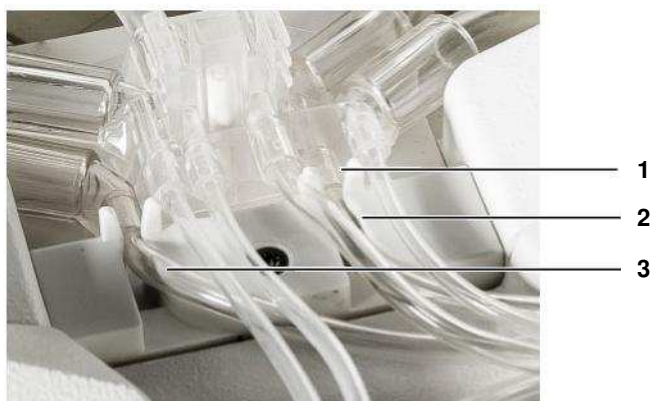

Fig. 11 Bloco de sensores
O bloco de sensores incorpora dois sensores de ultrassons, com os quais se pode detetar a finalização do sangue ou da solução de lavagem no respectivo tubo (consulte Fig. 11, pos. 2 e 3). Cada sensor está equipado com um emissor e um receptor de ultrassons, colocados frente a frente em cima do tubo a monitorizar. Os ultrassons são transmitidos melhor quando o tubo flexível está cheio de líquido, em vez de ar. Desta forma o abastecimento de sangue ou de solução de lavagem ao CATSmart é permanentemente monitorizado.